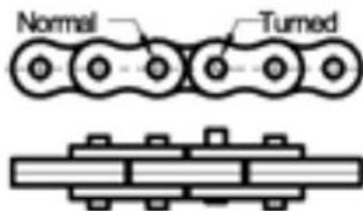

Рис. 3-32. Схема аномального изгиба или смещения пластины цепи.
- Аномальный изгиб или смещение. Как показано на Рис. 3-32, цепь нужно заменить, а смазывание улучшить.